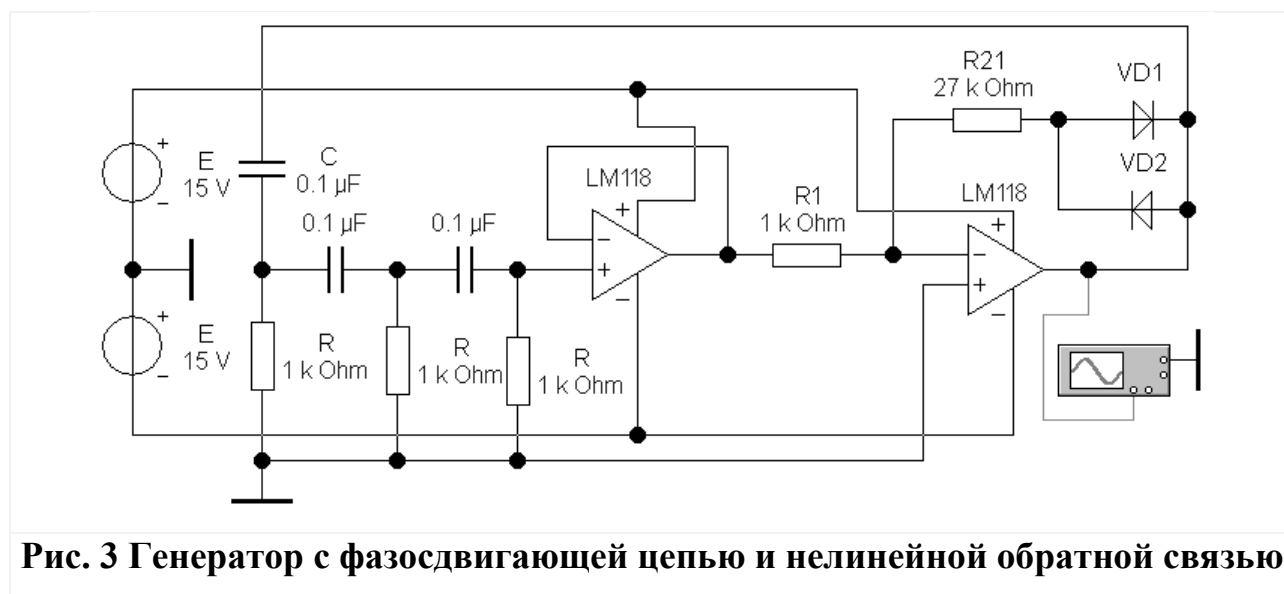

Рис. 3 Генератор с фазосдвигающей цепью и нелинейной обратной связью
- 3.1. Собрать схему генератора с фазосдвигающей цепью и нелинейной обратной связью (рис. 3).